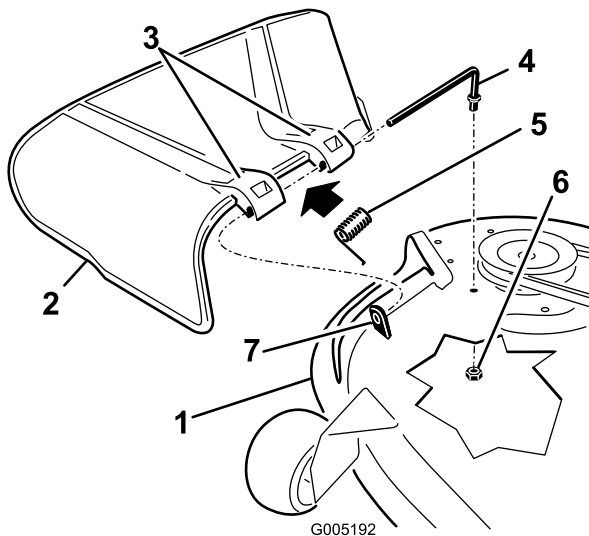

Figure 66
- Retirez l'écrou ( $\frac{3}{8}$  po) de la tige, sous le tablier de coupe (Figure 65 et Figure 66).
- Sortez la tige de la courte cheville de positionnement, du ressort et du déflecteur d'herbe (Figure 65 et Figure 66).
- Reposez le déflecteur d'herbe (Figure 65 et Figure 66).
- Insérez la tige dans le deuxième support du déflecteur d'herbe (Figure 65 et Figure 66).
- Fixez l'extrémité arrière de la tige dans le tablier de coupe à l'aide d'un écrou (3/8 po), comme montré à la Figure 65 et Figure 66.